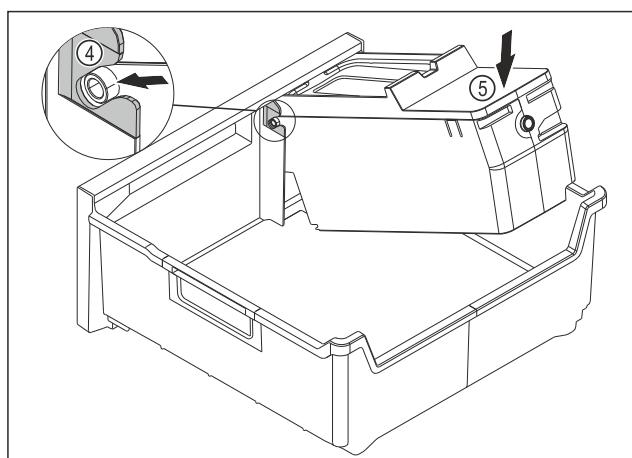

Fig. 86
- Montați corpul EasyTwist-Ice: Inserați axele corpului EasyTwist-Ice în ghidaje Fig. 86 (4).
- Apăsați corpul EasyTwist-Ice Fig. 86 (5) în spate în jos.